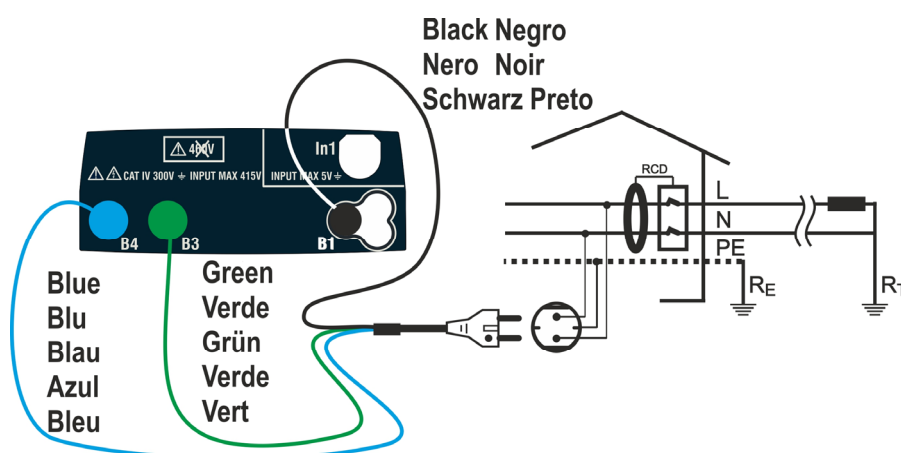
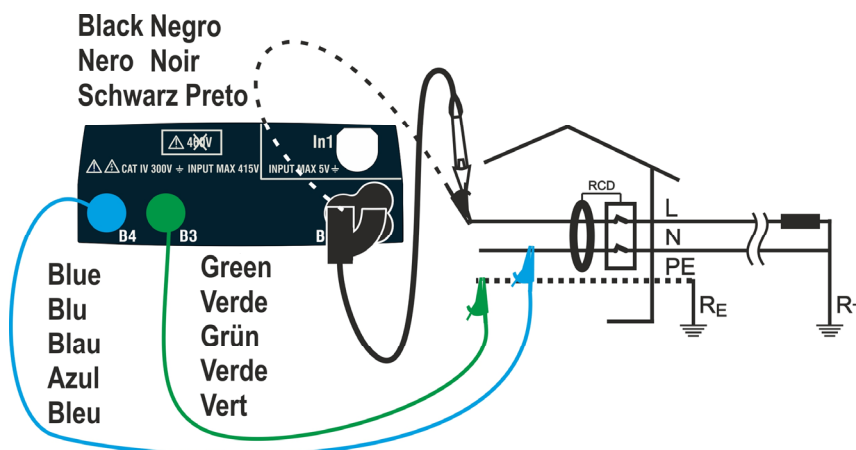
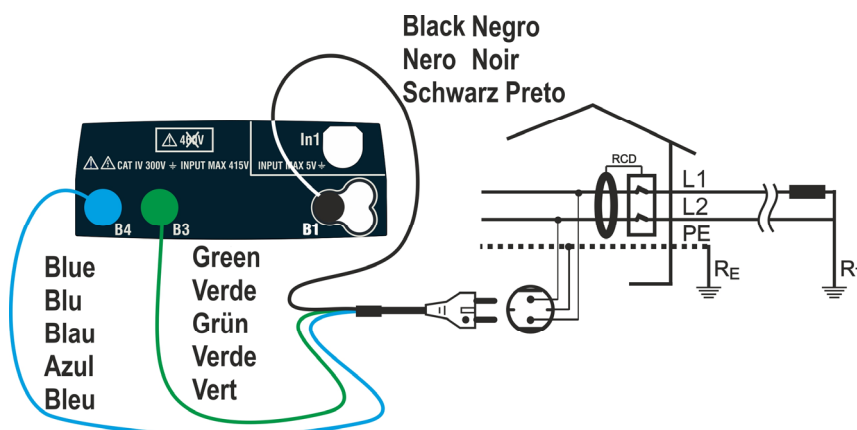
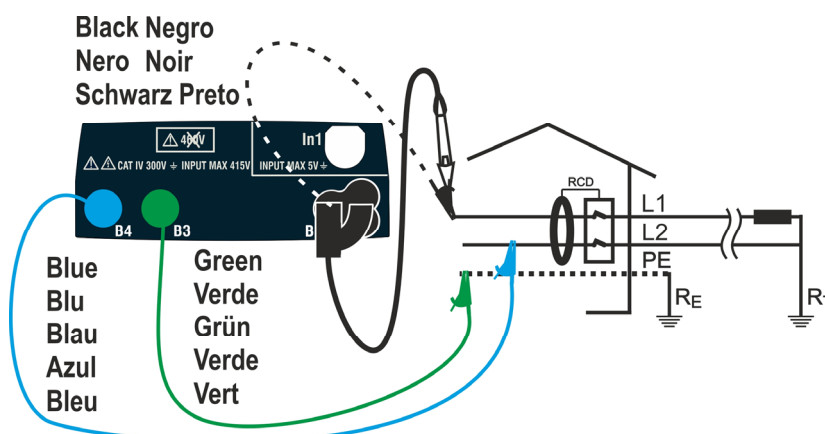

Fig. 4: Conexión del instrumento en sistema Monofásico L-N-PE con toma Schuko
Fig. 5: Conexión del instrumento en sistema Monofásico L-N-PE mediante cables y punta remota
Fig. 6: Conexión del instrumento en sistema Bifásico L-L-PE con toma Schuko
Fig. 7: Conexión del instrumento en sistema Bifásico L-L-PE con cables y punta remota
- Inserte los conectores verde, azul y negro del Schuko de tres terminales en las correspondientes entradas B1, B3 y B4 del instrumento. Como alternativa, use los cables individuales y los cocodrilos en los extremos de los cables. También es posible usar la punta remota insertando su conector multipolar en la entrada B1. Conecte la toma Schuko, los cocodrilos o la punta remota a la instalación según la Fig. 4, Fig. 5, Fig. 6 o Fig. 7